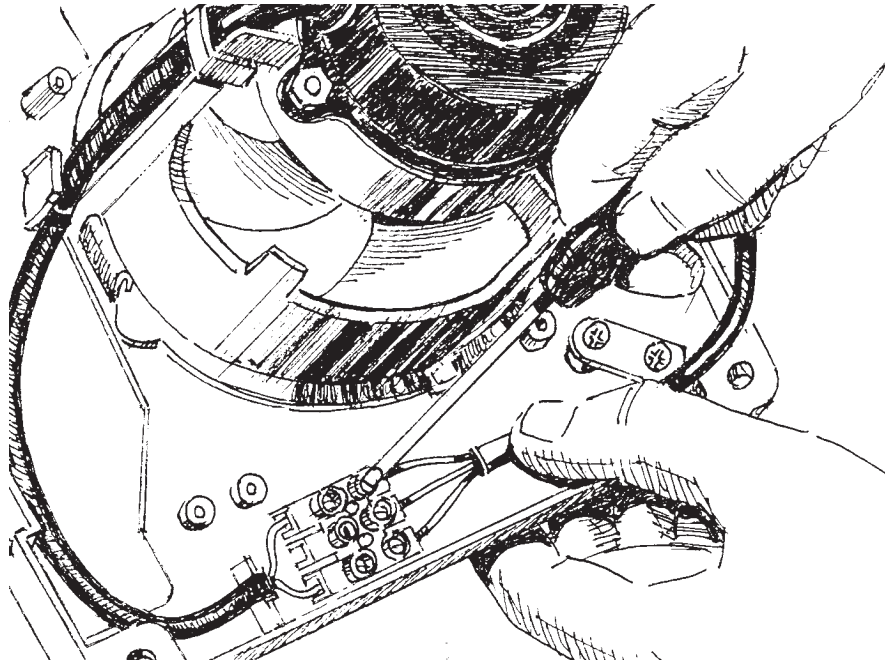

Abb. 12
4. Das Netzkabel zur Klemmenleiste anzuschließen (Abb. 12). Die Netzkabellänge soll nicht weniger als 220 mm sein.